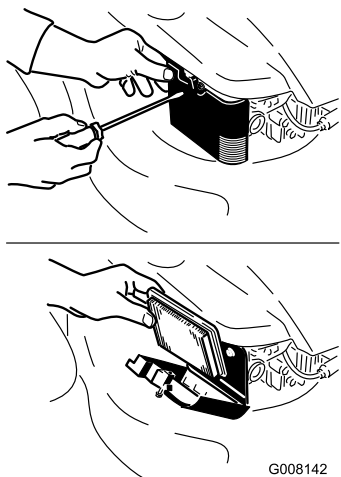

Bild 25
2. Öffnen Sie die Luftfilterabdeckung und nehmen Sie den alten Luftfilter heraus (Bild 25).